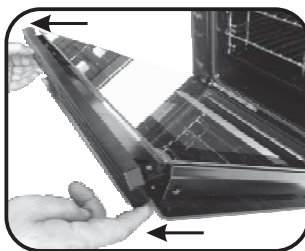

Figura 4
- Rimuovere la copertura metallica superiore tirandola verso l'alto. (Figura 4)